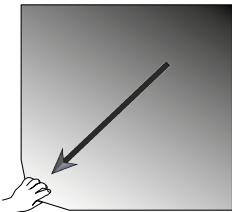

図 99: 粘着マット：マットを持ち上げて引き剥がして、取り外します
1. 粘着マットを外すには、図 99に示すように、片側を持ち上げてプラットフォームからゆっくりと引き離します。